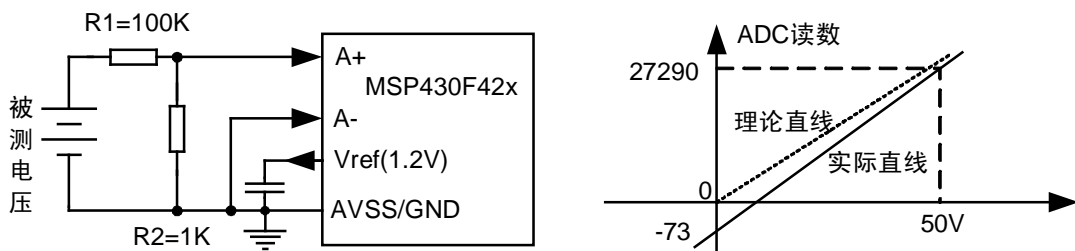

图 2.7.11 电压测量系统校准示意图
一般来说两个校准点应尽量远以保证校准效果。以图 2.7.11 的电压测量系统为例：将输入电压衰减 100 倍左右，从而将量程扩大 100 倍，图中的 SD16 模块能测量 -20V~+60V 的输入电压。
**例 2.7.11:** 以图 2.7.11 的电压测量系统为例，若对输入信号连续地采集，基准源、ADC、CPU 三个部分的功耗至少 900uA。假设电压采集的结果显示在 LCD 上供用户查看。那么连续的采集反而导致显示数字快速变化，看不清楚。采样速度降到每秒采样 2 次到 3 次已经足够，且能够明显地降低功耗。让 CPU 休眠在 LPM3 模式，用 BasicTimer 每 1/2 秒唤醒 CPU 进行采样及处理工作。在采样前才打开基准源，采样后及时关闭基准源：